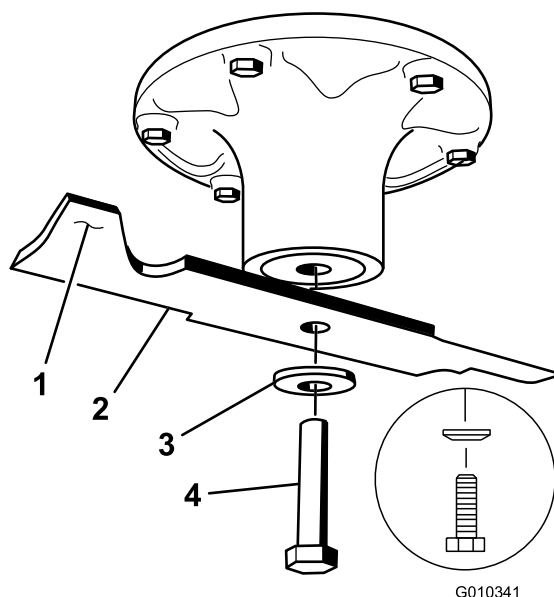

Figura 70
2. Togliete il bullone, la rondella concava e la lama dall'asse del fusello (Figura 70).